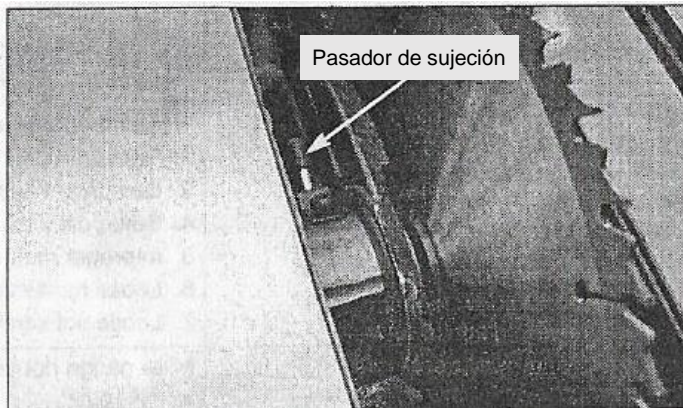

Figura 53: El pasador de sujeción se atora la flecha para bloquear su posición.
- Presione el pasador de sujeción (véase la figura 53) y gire lentamente la hoja hacia usted, hasta que el pasador se atore en la flecha. Mantenga el vástago bloqueado.